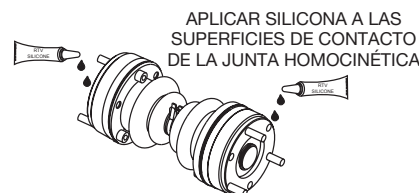

Figura 18. Aplicación de silicona RTV
11. Aplique una capa delgada de silicona RTV (Figura 18) en las superficies de contacto del ensamble del eje de junta homocinética